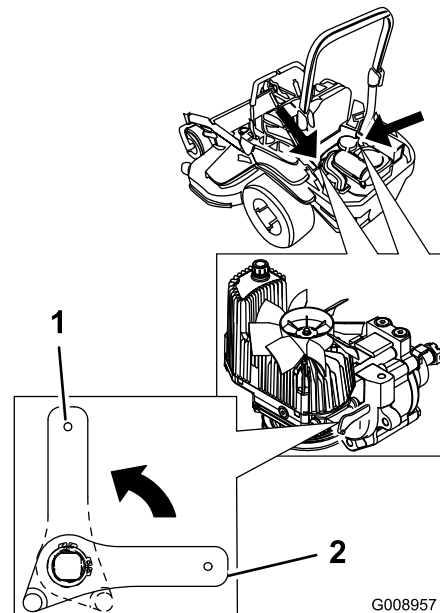

Figura 35
2. Gire las palancas de las válvulas de desvío a la posición vertical para empujar la máquina (Figura 35).
4. Gire las palancas de las válvulas de desvío a la posición horizontal para conducir la máquina (Figura 35).